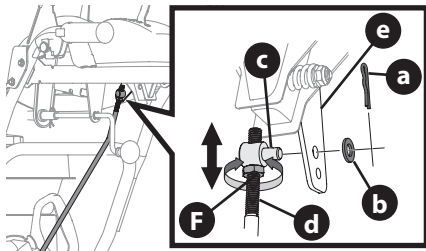

Figure 56
2. Extraiga el pasador de chaveta (a) y la arandela (b) de la férula de ajuste de la varilla de cambios y extráigala de la palanca de cambios (Figure 56).